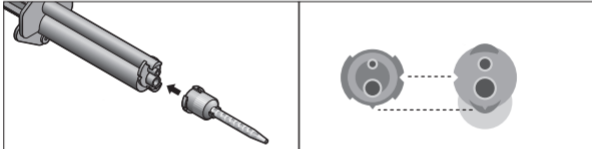

Fig. 04
5. Den Smartmix-Tip aufsetzen (Fig. 04). Darauf achten, dass die Aussparungen an der Spritze und dem Smartmix-Tip übereinstimmen.